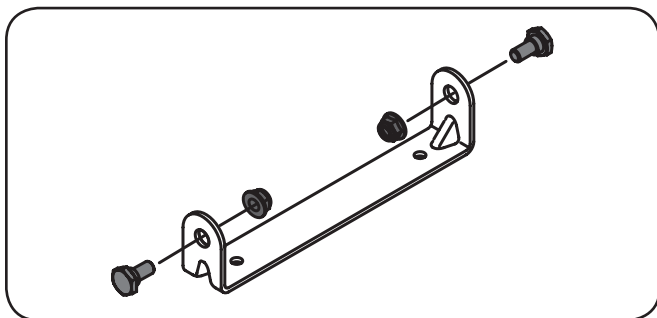

Figura 3-4
1. Retire los pernos de hombro y las tuercas de fijación del asiento soporte incluido en su paquete de hardware de montaje. Vea la Figura 3-4.